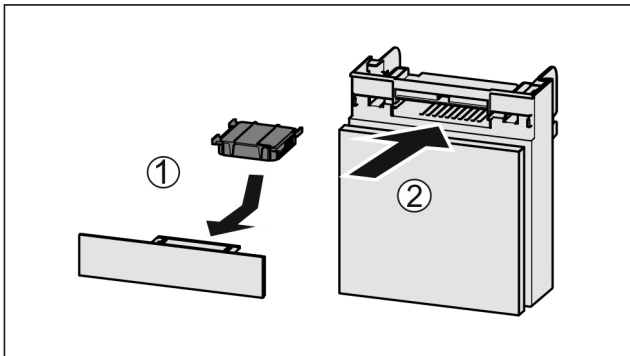

Fig. 156
- ▶ Actiefkoolfilter overeenkomstig afbeelding aanbrengen Fig. 156 (1).
- ▶ Lade erin schuiven Fig. 156 (2).